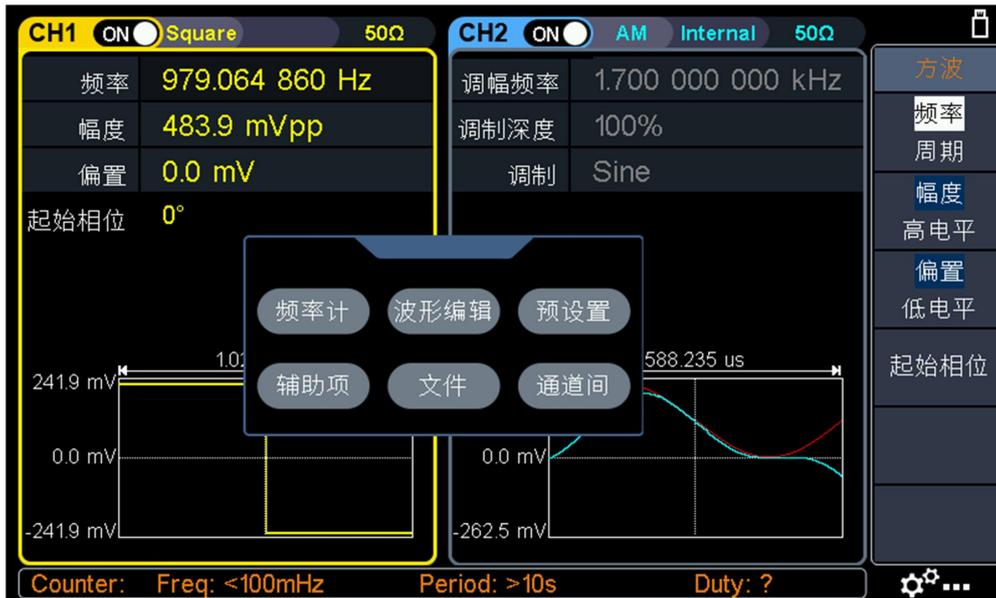

图 4-4 触摸屏主菜单界面
- **触摸主菜单:** 点击显示区右下方的图标  , 屏幕显示触摸主菜单, 如图 4-4 触摸屏主菜单界面。各项对应同名的面板按键。点击各项相当于按下对应的按键。
- **选择或切换菜单项:** 可直接点击显示区右侧菜单栏, 如图 4-4 触摸屏主菜单界面。菜单栏中如有可切换选中的选项, 可直接点击整个菜单项区域来切换选中其中的选项, 或使用按键切换。